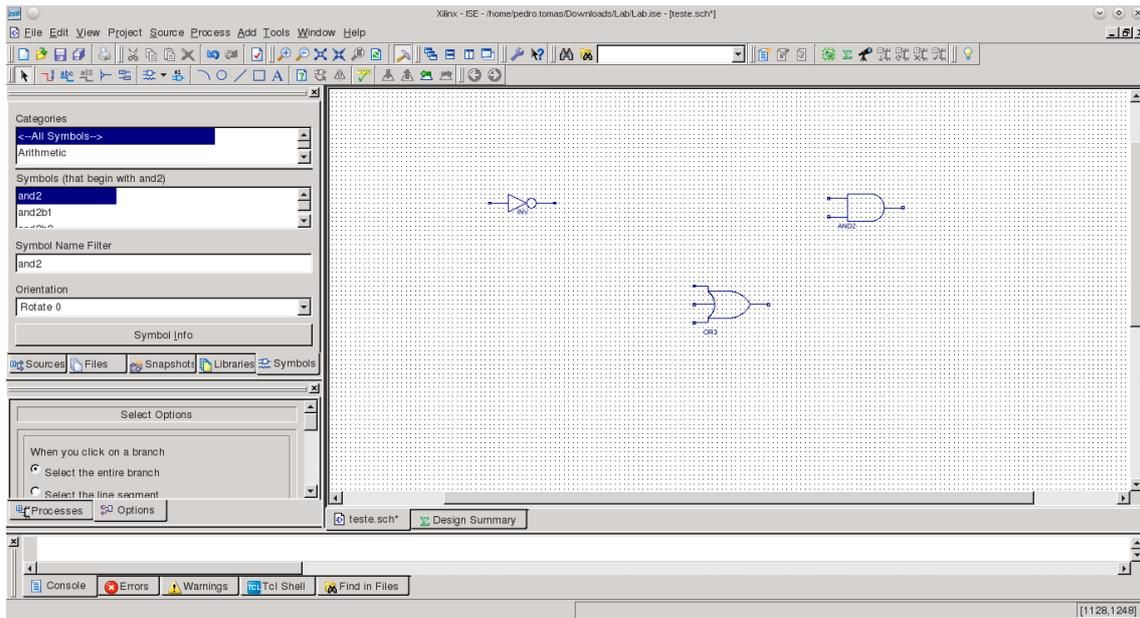

Figura 6 - Esquema com três portas lógicas.
- 2 Clique no botão "Add Symbol" , ou na TAB "Symbols" para inserir um símbolo. Escolha uma porta NOT (símbolo `inv`), uma porta OR de 3 entradas (símbolo `or3`), e uma porta AND de 2 entradas (símbolo `and2`). Pode seleccionar as portas directamente na lista de componentes, ou escrever o nome na linha inferior "Symbol Name Filter" da janela de símbolos. Após seleccionar a porta pretendida, pressione no esquema para as inserir, como se ilustra na Figura 6.